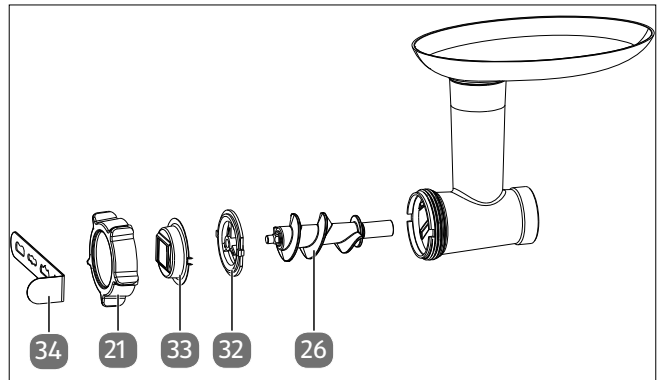

Fig. 17 – Accessoires pour biscuits sablés
- Pour réaliser des biscuits à partir de pâte à biscuits, montez le support et l'emporte-pièce pour biscuits sablés ainsi que le guidage de vis sans fin pour biscuits sablés dans l'ordre indiqué (voir Fig. 17).